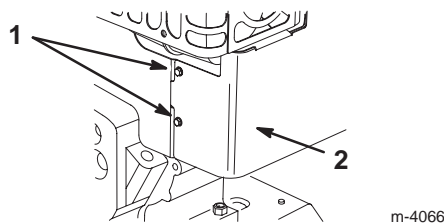

Figure 18
Avant d'utiliser la déneigeuse par une température extérieure supérieure ou égale à 4°C, déposez la boîte de chauffage du carburateur (Fig. 18).
1. Débranchez la bougie et éloignez le fil pour éviter tout risque de contact accidentel (Fig. 18).
4. Enlevez les 2 vis de fixations de la boîte de chauffage du carburateur (Fig. 18).